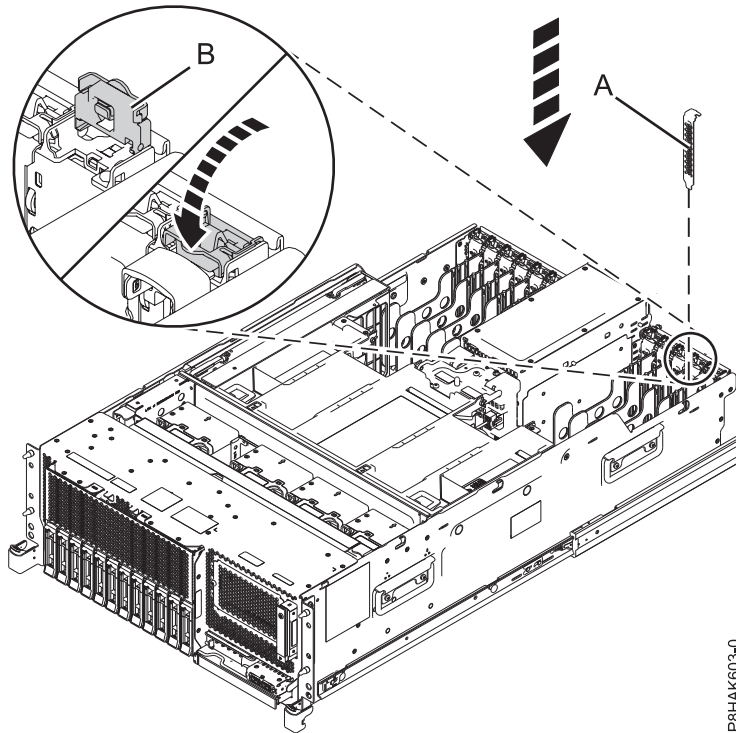
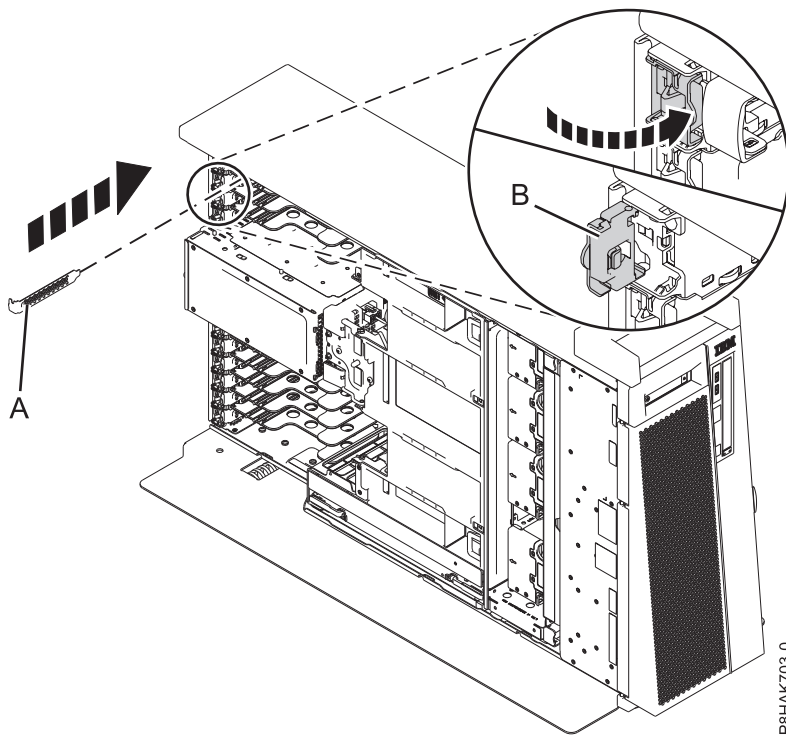

Figura 52. Instalación de un relleno en una ranura de adaptador PCIe en un sistema montado en bastidor
Figura 53. Instalación de un relleno en una ranura adaptador PCIe en un sistema 8286-41A autónomo
- a. Sujete con cuidado el relleno de contrapunta y alínelo con la ranura y con el conector de la placa del sistema, como se muestra en la Figura 52 en la página 60 y la Figura 53 en la página 60.